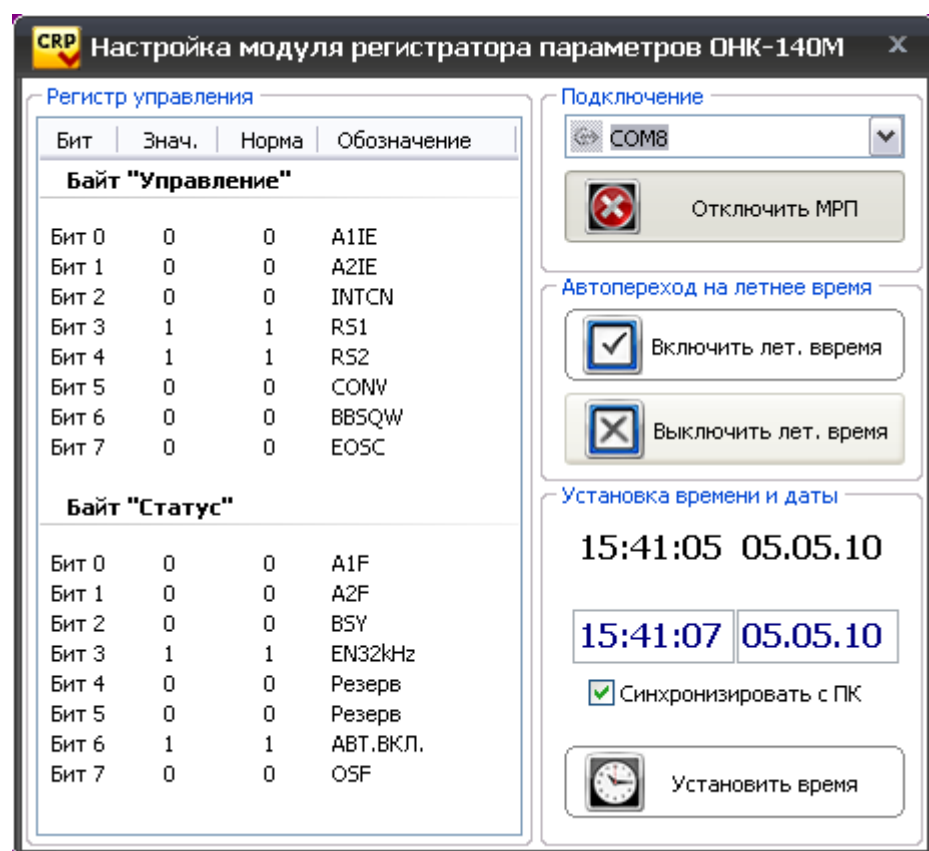

Рисунок 24. Настройка МРП ОНК-140М.
7. В появившемся окне «Настройка модуля регистратора параметров ОНК-140М» (Рисунок 24) в разделе подключение выбрать COM-порт к которому подключен МРП ОНК-140М из списка.
После установки связи с МРП ОНК-140М программа начнет выдавать с периодичностью 1 секунда следующую информацию (Рисунок 24):